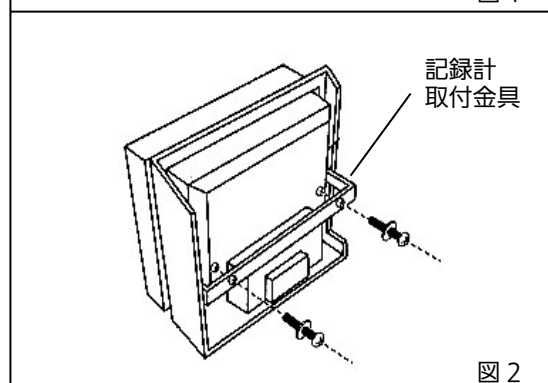

図 2
2. 記録計取付金具 (MPR-S7) に同梱されている取付手順により、自記温度記録計 (MTR-G3504A) を記録計取付金具に取り付けてください [図 2]。